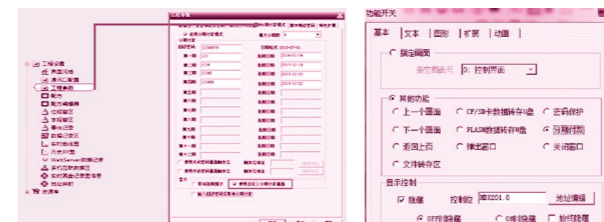

图12
(1) 直接在触摸屏工程中的工程参数--分期付款模式，进行期数及密码的设置即可。如图12所示。
(2) 功能开关的“功能选择”中，选择“分